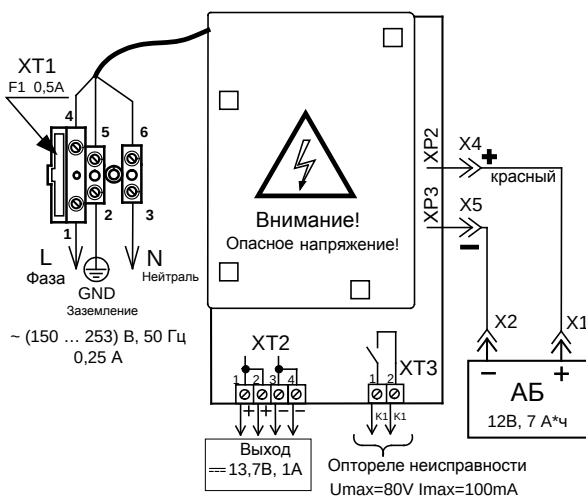

Рисунок 2. Схема подключения РИП-12 исп.20 (РИП-12-1/7М2-Р)
ВНИМАНИЕ! При подключении проводов внешнего питающего напряжения 220 В к сетевой колодке необходимо соблюдать правильность подключения «фаза» и «нейтраль». Подключение цепей к РИП производить в соответствии с рис. 2.
2.5.6 Для обеспечения дистанционной сигнализации обобщенной неисправности, подключить выход оптореле К1 к шлейфу сигнализации приборов согласно рис. 2. Состояния оптореле приведены п 1.2.15.